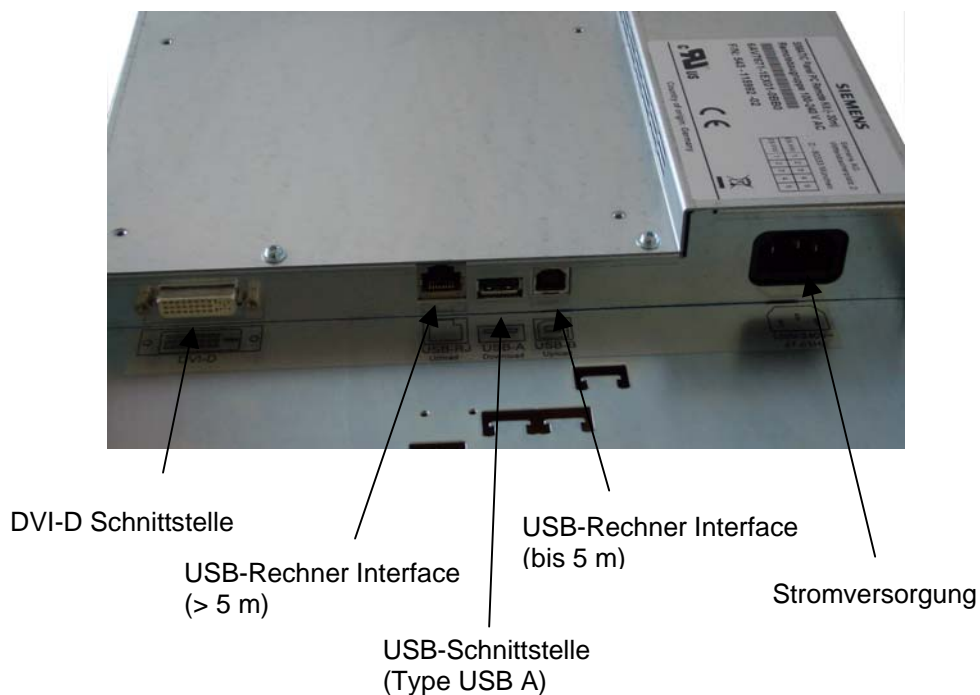

Abb. 12: Lage der Schnittstellen auf der Remotebaugruppe
1. Stecken Sie den Buchsenstecker des USB-Verbindungskabels in die USB-Schnittstelle Upload an der Bedieneinheit (siehe Abb. 12).